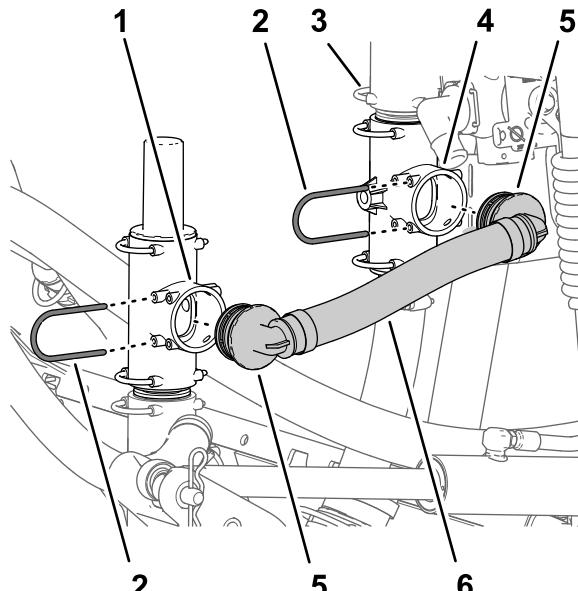

Figure 9
- Alignez le raccord à 90° du flexible de décharge de pression et l'orifice ouvert dans le raccord en T supérieur (situé sous le clapet de décharge), puis insérez le raccord à 90° jusqu'à ce qu'il soit parfaitement engagé (Figure 9).
- Fixez le raccord à 90° au raccord en T avec l'étrier (Figure 9) que vous avez retiré à l'opération 2 de **Débranchement des flexibles** (page 4).
- Alignez l'autre raccord à 90° du flexible de décharge de pression et l'orifice ouvert du raccord en T (fixé au support de vanne), puis insérez le raccord à 90° jusqu'à ce qu'il soit parfaitement engagé (Figure 9).
- Fixez le raccord à 90° au raccord en T supérieur avec l'étrier (Figure 9) que vous avez retiré à l'opération 2 de **Débranchement des flexibles** (page 4).
| 4. Fixez le raccord droit cannelé à la vanne de mélange (Figure 9) avec un étrier. | |